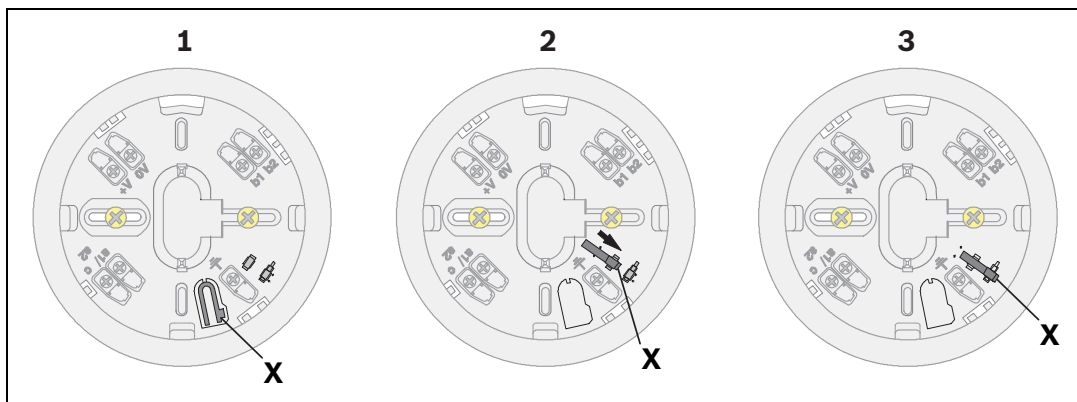

Figura 4.1 Activar a protecção contra remoção
A cabeça do detector pode ser bloqueada na base (protecção contra remoção). A funcionalidade de bloqueio é activada partindo o pino (X) da base e empurrando-o para a respectiva guia, tal como ilustrado em *Figura 4.1*.